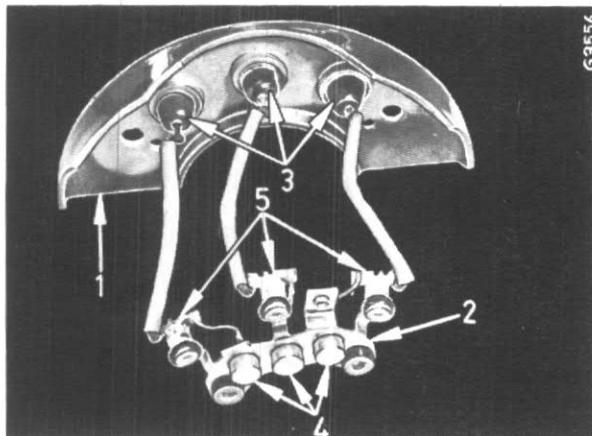

Figure 47
Séparez les plaques de refroidissement (1 et 2), fig. 47 en dessoudant les fils des languettes (5).